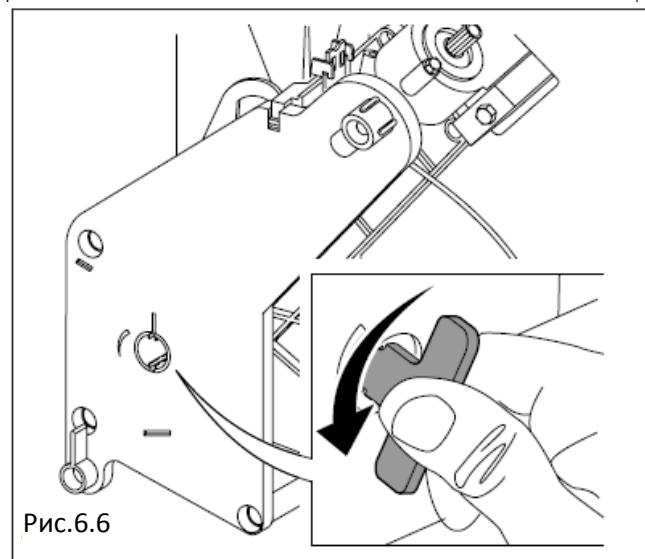

Рис.6.6
- удалите все остатки порошка кофе; устройство можно вынуть из его корпуса, чтобы упростить задачу (Рис. 6.6)